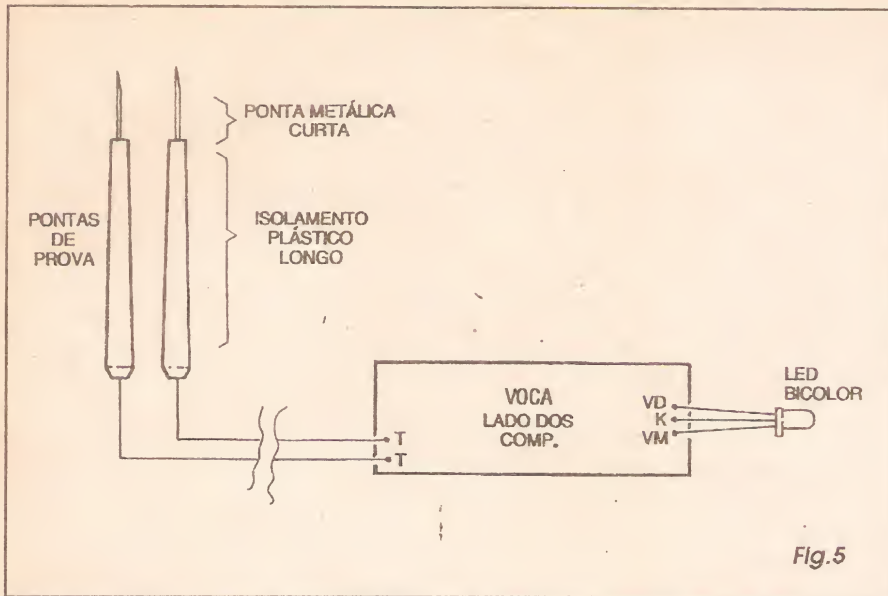

Fig.5
- FIG. 5 - CONEXÕES EXTERNAS À PLACA - Poucas e muito simples, as ligações *da placa pra fora* estão detalhadas na figura, onde a plaquinha continua vista pelo seu lado sem cobre (o mesmo onde ficam os componentes, já visualmente *mastigados* no diagrama anterior...). Observar com cuidado as conexões dos terminais do LED bicolor, eventualmente recorrendo à FIG. 3 para sua perfeita identificação... Notar ainda (quanto ao LED...) que o componente, dependendo da forma, dimensões e disposição geral do *container* adotado ou obtido, poderá tanto ficar em posição definitiva *perpendicular* à placa, quanto em posição *longitudinal* (a mostrada, como exemplo, na figura...). As pontas de prova devem ter seus respectivos cabos ligados aos pontos T-T da placa, lembrando que os ditos fios, para conforto e praticidade no uso do VOCA, não devem ser muito curtos (no mínimo, de 30 a 50 cm.), além de *obrigatoriamente* deverem ser de tipo bem resistente e flexível, isolado... Como as pontas lidarão com C.A., não precisam de nenhuma indicação ou codificação de polaridade, podendo então ser ambas da mesma cor (nada impedindo, contudo, o uso do velho e *manjado* par vermelho/preto, conforme usado nos multímetros comuns...).